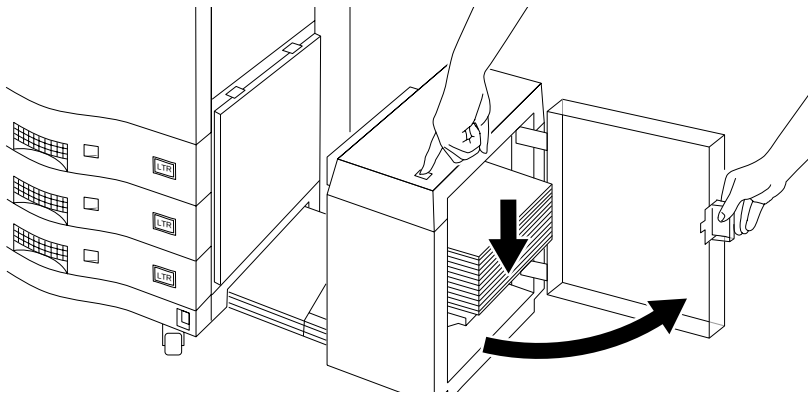

Figura 4-56 Apertura dell'HCI
2. Aprire la porta dell'HCI, premere il tasto posto nella parte superiore dell'HCI per abbassare lo scaffale e quindi rimuovere la carta, come mostrato nella Figura 4-56. Affinché il tasto posto nella parte superiore dell'HCI abbassi lo scaffale è necessario che la stampante sia accesa e l'HCI collegato.